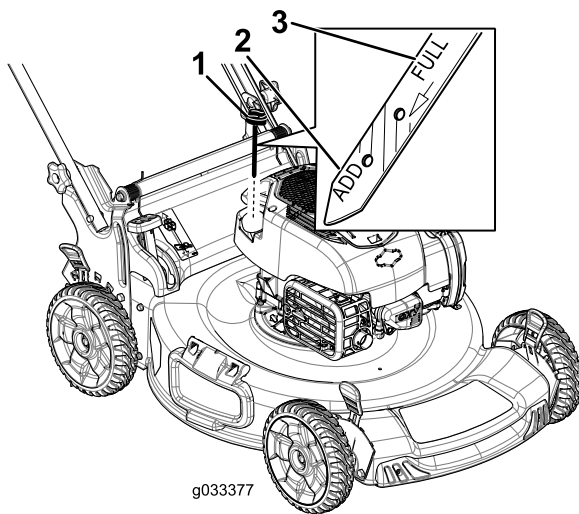

Bild 20
3. Entfernen Sie den Peilstab, indem Sie den Deckel nach links drehen und herausziehen (Bild 20).
10. Lesen Sie den Ölstand am Peilstab ab (Bild 20).